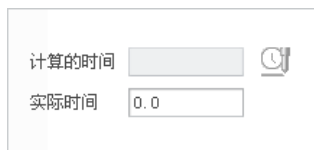

图 3.1.14 “工艺”设置界面
- **工艺** 按钮：单击此按钮，弹出图 3.1.14 所示的设置界面，用户可单击“重新计算加工时间”按钮显示制造过程的切削时间。